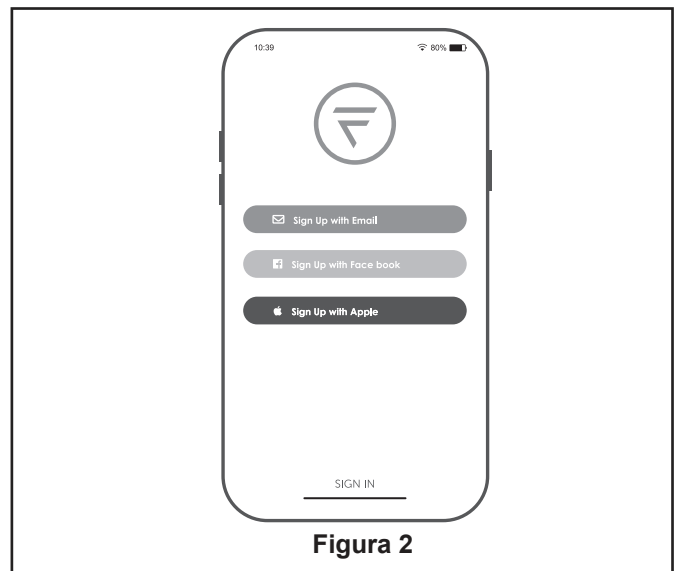

Figura 2
2. Coloque y ajuste firmemente la cubierta para el tornillo de la base sobre los tornillos de reborde de la abrazadera para colgar mediante el mecanismo de seguro por giro del chavetero. (Figura 2)
2. Instale la unidad del carcasa de interruptor en el soporte utilizando las dos ranuras principales de conexión. Vuelva a colocar el tercer tornillo y asegure los tres tornillos. (Figura 2)
- 2. Restaure la fuente de alimentación de la toma de corriente enciendiendo la electricidad del fusible principal. (Figura 2)
2. Cree su cuenta utilizando una de las tres opciones enumeradas. (Figura 2)